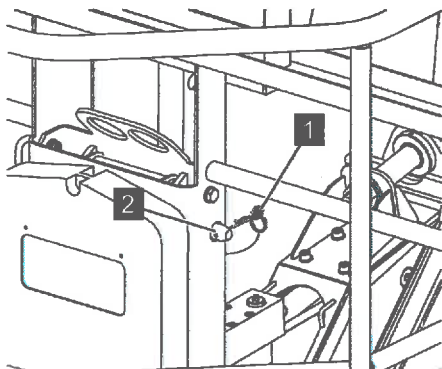

Abb. 77: Befestigungsbolzen sichern
11. Befestigungsbolzen (Abb. 77/2) mit dem Feder-splint (Abb. 77/1) sichern.